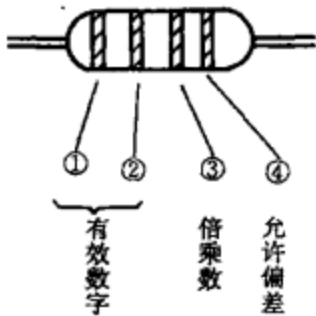

图 2-7
(2) 色标法，即用色环表示电感量，其单位为 μH 。色标法如图 2-7 所示，第一、二环表示两位有效数字，第三环表示倍乘数，第四环表示允许偏差。各色环颜色的含义与色环电阻器相同，见表 1-2。